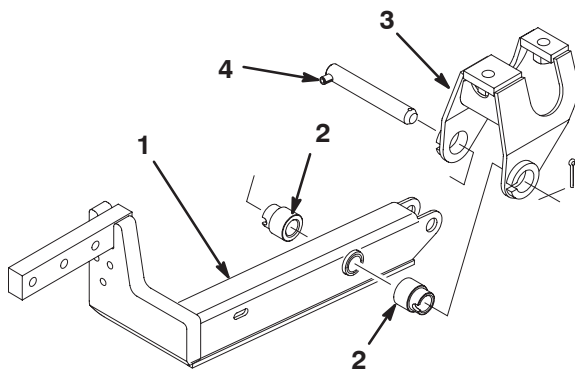

Bild 1
4. Befestigen Sie einen Hubarm mit zwei Distanzstücken, einem Schwenkstift und einem Splint (5/32 x 1-3/4 Zoll) an der Schwenkhalterung. Befestigen Sie den Hubarm so, dass das Knie außen ist (Bild 1).